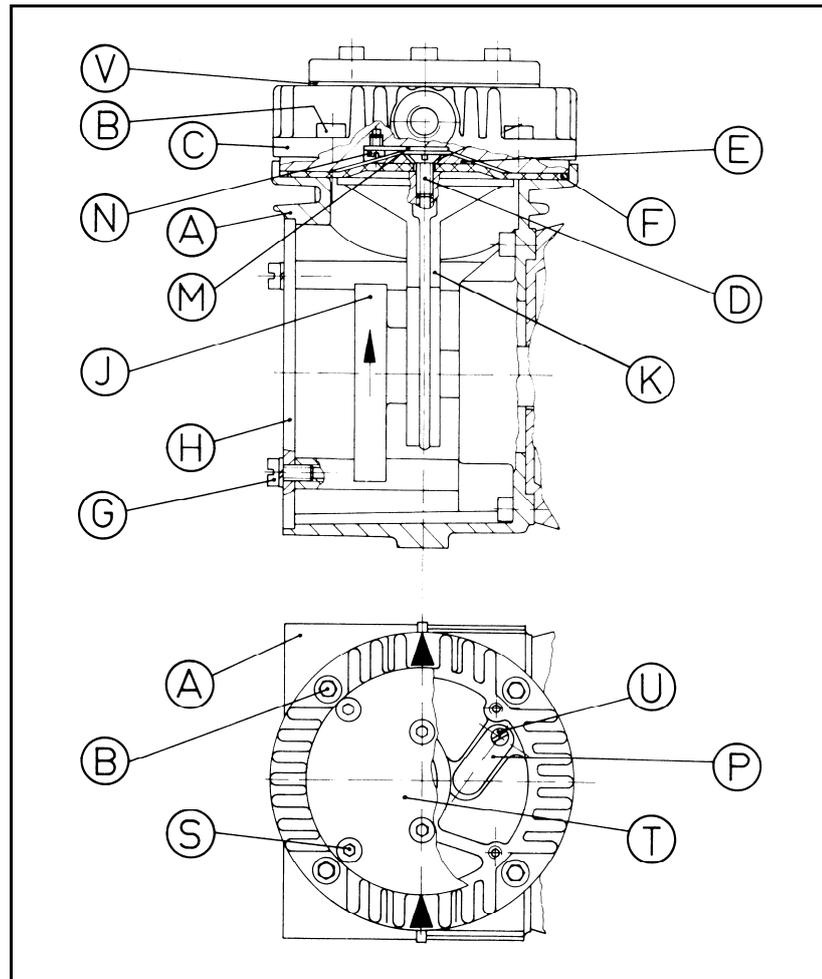

Fig. 6: Pumpenteile für Ausführungen mit Aluminiumkopf
**nach Fig. 6
Gewechselte Membran und Ventildfedern (Ventilplatte)	<ul style="list-style-type: none"> ➔ Schläuche auf Dichtigkeit prüfen. ➔ Eventuell die Schrauben (B) bzw. (S) (siehe Fig. 6) vorsichtig über Kreuz anziehen.
*nach Fig. 6